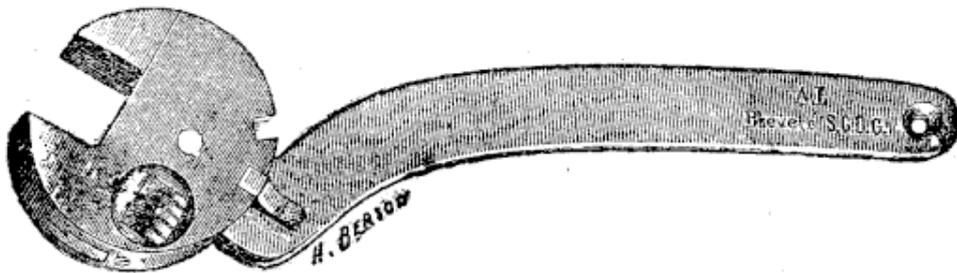

FIG. 24.
Je signalerai ici la clé à molette système Lagrelle, dont la tête mobile peut rendre de très grands services en automobilisme où l'espace est toujours réduit. (Fig. 24.) (1)